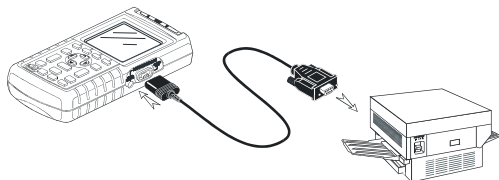

图 7-1. 连接串行打印机
- 光电隔离的 RS-232 适配器/电缆（PM9080，选件），将串行打印机连接到测试仪的 OPTICAL PORT（光学端口）。见图 7-1。